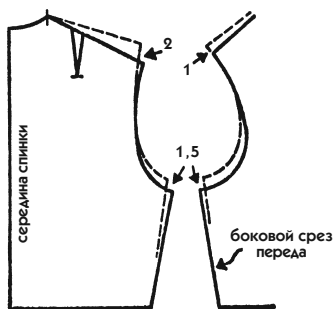

Рис. 48
2. На рис. 48 эта корректировка напрашивается сама собой: если глубина проймы подходящая, но надо опустить плечо, пройма становится слишком узкой в подмышечной впадине.